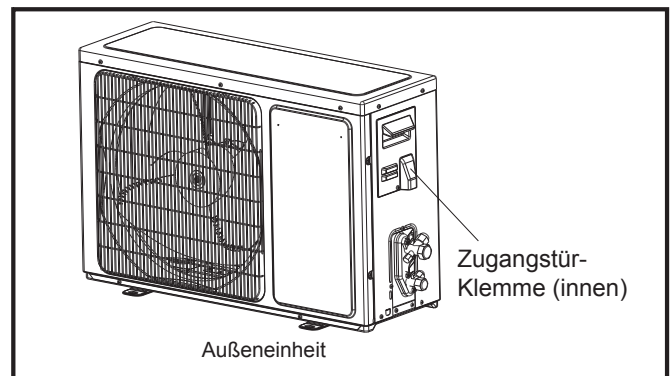

Abb.22
- 1) Entfernen Sie die Zugangstür aus dem Gerät durch Lösen der Schraube. Schließen Sie die Drähte einzeln an die Klemmen auf der Schalttafel wie folgend an (Abb. 22).